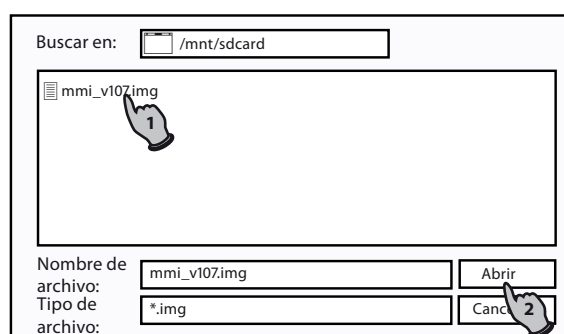

Figura 58: Cuadro de diálogo para abrir archivos
- » Se mostrará el cuadro de diálogo de abrir archivos (Figura 58).